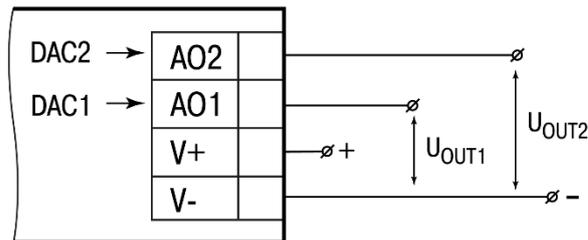

Abb. E.6
1. Schließen Sie eine Referenzspannungsquelle und ein Messgerät der Genauigkeitsklasse mindestens 0,05 an den Ausgang an (Abb. E.6).